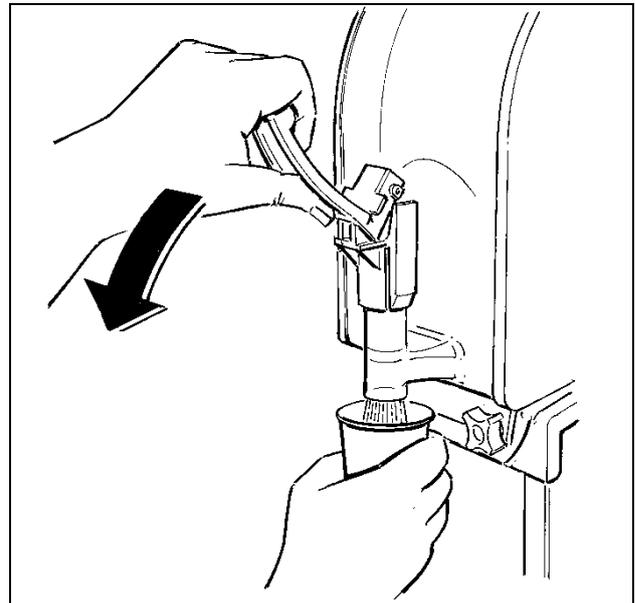

Fig. 26
- a) Pour distribuer le produit, placer le verre sous le robinet et tirer le levier comme sur la figure 26.